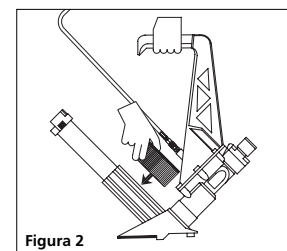

Figura 2
2. Coloque las grapas a horcahadas en la parte superior del cargador (ver figura 2).